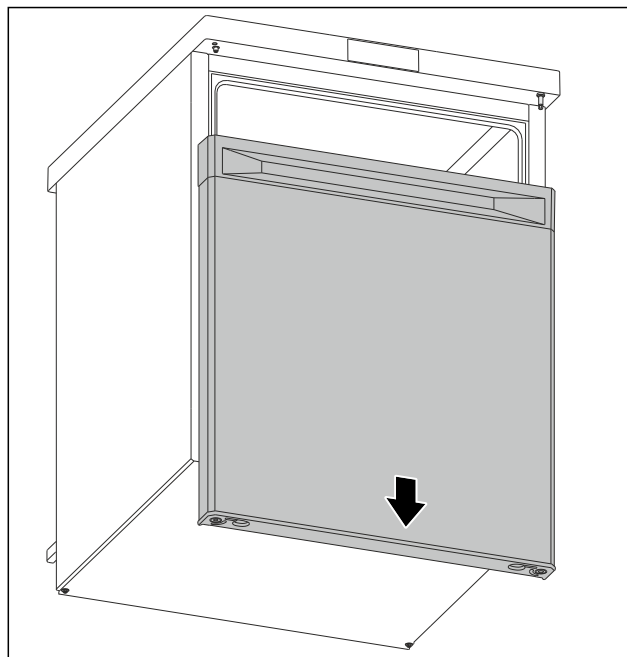

Fig. 8
- Rimuovere la porta verso il basso. (vedere Fig. 8)